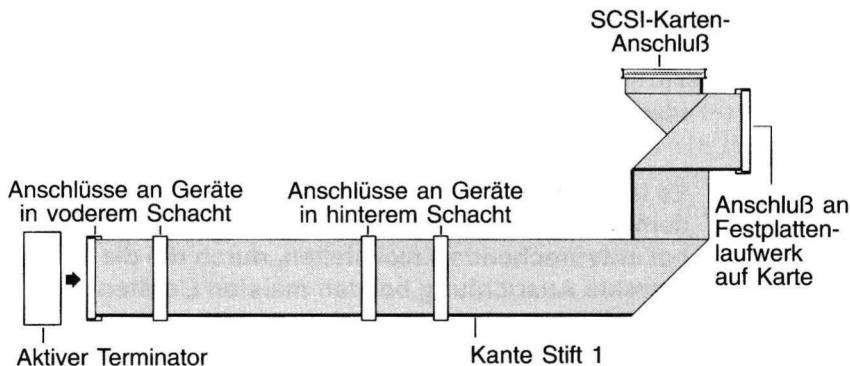

Abbildung 4. 50poliges SCSI-Flachbandkabel
4. Abbildung 4 zeigt ein 50poliges SCSI-Flachbandkabel. Der Stecker wird an die Karte angeschlossen. Beachten Sie, daß Stift 1 an der farbigen Kante angeordnet ist.